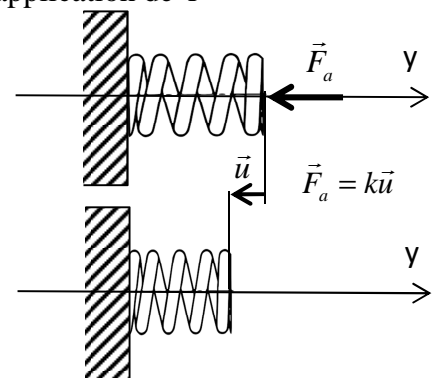

Figure 3
N.B. Le rappel de la figure 3 est donné à toute fin utile